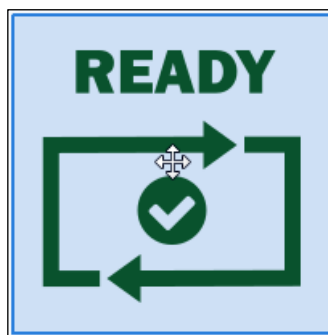

Bild 6-14 Position der Widgets ändern
- Sie können ein oder mehrere Widgets markieren und diese anschließend mit der linken Maustaste neu positionieren (siehe Bild 6-14).